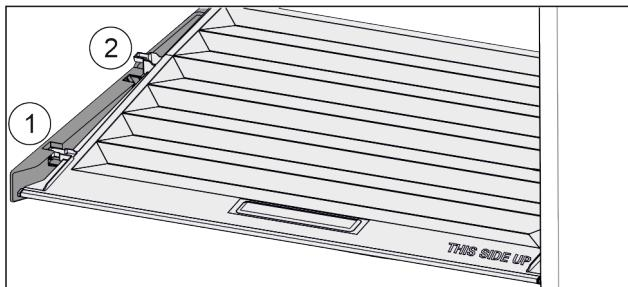

Fig. 38
- Veko potiahnite dopredu až k otvoru v prídržných dieloch Fig. 38 (1).
- Vzadu ho nadvihnite zospodu a zložte smerom nahor Fig. 38 (2).